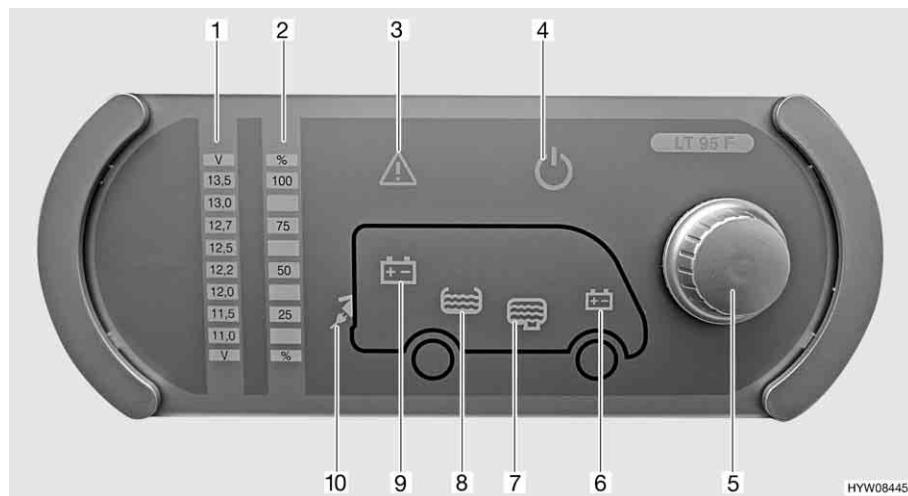

Fig. 64 Pannello di controllo (LT 95)
Il pulsante a rotazione (Fig. 64,5) inserisce o disinserisce il pannello di controllo e l'alimentazione a 12 V dell'abitacolo.
Accensione: ■ Premere il pulsante a rotazione (Fig. 64,5): L'alimentazione a 12 V dell'abitacolo è inserita. La spia di controllo a 12 V (Fig. 64,4) diventa verde.
Spegnimento: ■ Premere il pulsante a rotazione (Fig. 64,5): L'alimentazione a 12 V dell'abitacolo è disinserita. La spia di controllo a 12 V (Fig. 64,4) si spegne.
Mediante il pulsante a rotazione (Fig. 64,5) si possono interrogare sia la tensione della batteria dell'abitacolo che la tensione della batteria di avviamento. La tensione viene visualizzata sulla scala indicatore per la tensione della batteria (Fig. 64,1).
- Ruotare il pulsante a rotazione (Fig. 64,5), finché si accende il simbolo della batteria della quale deve essere interrogata la tensione.
Viene indicata la tensione della batteria dell'abitacolo (Fig. 64,9)
Viene indicata la tensione della batteria di avviamento (Fig. 64,6)
- Leggere la tensione sulla scala indicatore della tensione della batteria (Fig. 64,1).
Mediante il pulsante a rotazione (Fig. 64,5) si possono interrogare sia il livello del serbatoio dell'acqua che il livello del serbatoio delle acque grigie. Il livello viene visualizzato sulla scala indicatore livello dei serbatoi (Fig. 64,2).
- Ruotare il pulsante a rotazione (Fig. 64,5), finché si accende il simbolo del serbatoio del quale deve essere interrogato il livello.
Viene indicato il livello del serbatoio dell'acqua (Fig. 64,8)
Viene indicato il livello del serbatoio delle acque grigie (Fig. 64,7)
- Leggere il livello sulla scala indicatore del livello serbatoio (Fig. 64,2).
La spia luminosa Alarm (Fig. 64,3) lampeggia non appena i valori limite fissati vengono superati per eccesso o per difetto.
La spia luminosa Alarm (Fig. 64,3) lampeggia non appena la tensione della batteria scende al di sotto di 11 V. Se l'alimentazione a 12 V è accesa, si accende anche il relativo simbolo della batteria (Fig. 64,6 o 9), e l'indicatore "11,0" sulla scala indicatore della tensione della batteria (Fig. 64,1) lampeggia. Rischio di uno scaricamento totale della batteria.
La spia luminosa Alarm (Fig. 64,3) lampeggi ed il relativo simbolo del serbatoio (Fig. 64,7 o 8) si accende non appena il serbatoio dell'acqua è vuoto o il serbatoio delle acque grigie è pieno.
La spia di controllo a 230 V (Fig. 64,10) si accende quando all'ingresso della centralina elettrica è presente una tensione di rete.